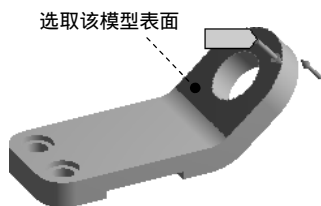

图 4.2.12 定义力方向
(1) 单击以激活 **Direction** 后的文本框,选取图 4.2.12 所示的面为参考方向,调整箭头方向如图 4.2.12 所示。